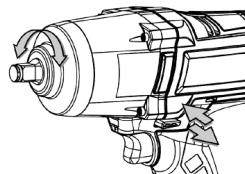

Fig. 2
- Skift maskinens retning (se fig. 2) ved at bruge retningsomskifteren til højreløb/venstreløb på drivenheden. Rotationsretningerne er også vist på forsiden af bjælken.